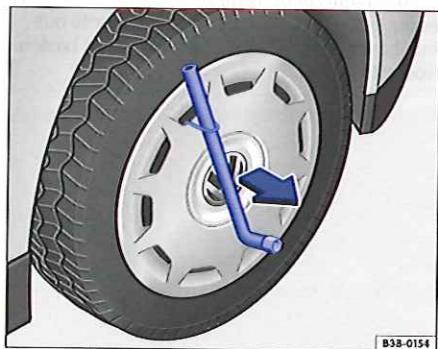

Fig. 238 Retrait de l'enjoliveur de roue plein.
- Faites passer la clé démonte-roue à travers l'étrier métallique ⇒ fig. 238 et retirez l'enjoliveur de roue plein dans le sens de la flèche.